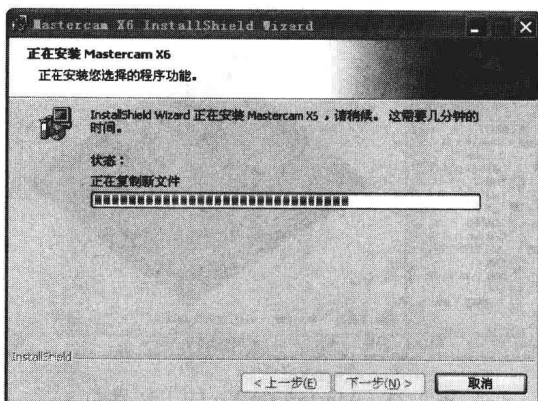

图 1-9 安装过程界面
STEP 09 单击“安装”按钮，系统开始自动安装 Mastercam X6 软件包，出现如图 1-9 所示的安装过程界面。